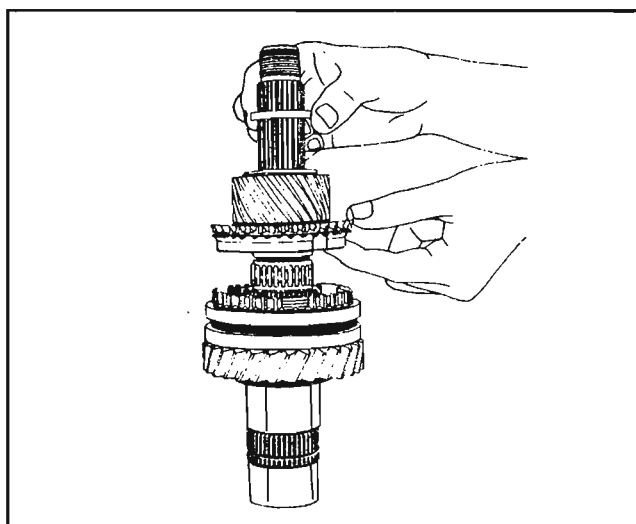

Fig. 59
Instale el conjunto del piñón de la 5ª velocidad (41) con el cojinete de agujas (39) y el cono sincronizador (30a) de tal manera que el cono sincronizador se encuentre en lado del piñón de engrane. *Fig. 59*